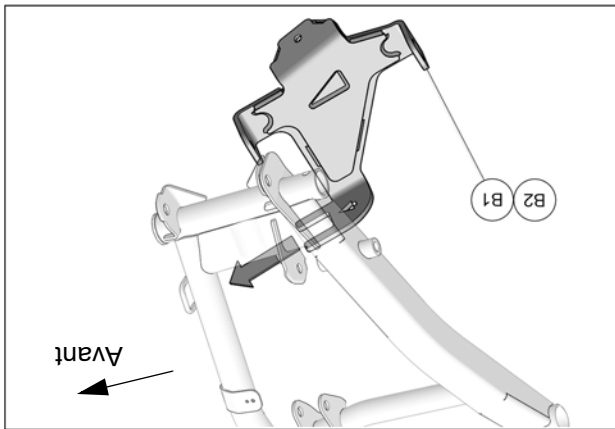

Fig. 5
6. Accrocher l'arrière de l'ancrage (B1-B2) au tube du bras de suspension inférieur qui fait face vers l'avant. Voir la Fig. 5